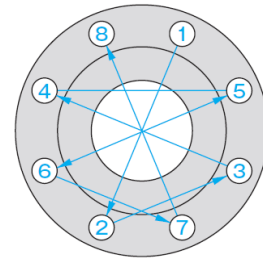

図7. 対角締め手順
- ① 図7のように、対角位置にあるボルトを順番に締め付ける。
- ② 締め付けトルクは段階的に増加させ、（例えば目標締め付けトルクの10% → 20% → 60% → 100%）均等に締め付ける。
- ③ フランジ面間の隙間をノギスなどで対角に4箇所測定し、片締めしていないか確認する。